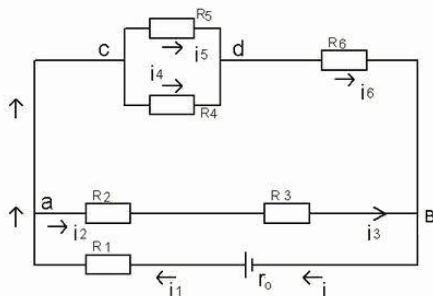

рис. 1
- 1) В схеме, приведенной на рис. 1, известны параметры источника и резисторов. Определить величину токов, протекающих через резисторы. Проверить решение задачи составлением баланса мощностей.
Напряжение Ucd (схема рис. 1): $U_{cd} = I_{456} \cdot R_{45} = I \cdot 20 = 20 \text{ В};$